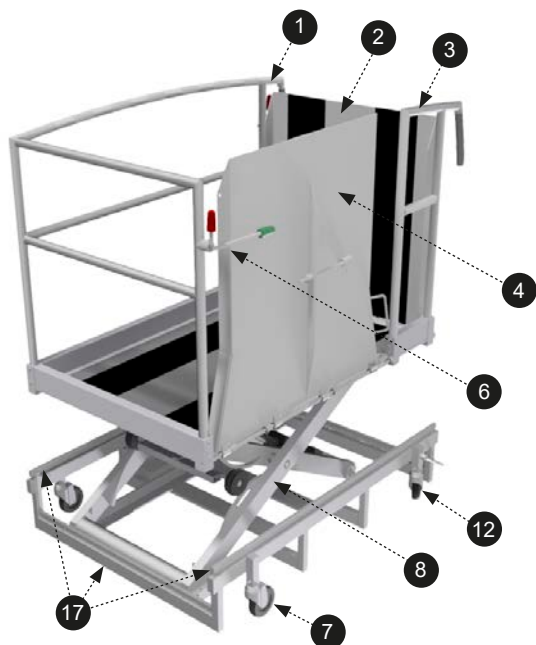

Fig. 2
3. Nøgle til bremse og batterikasse (fig. 2)